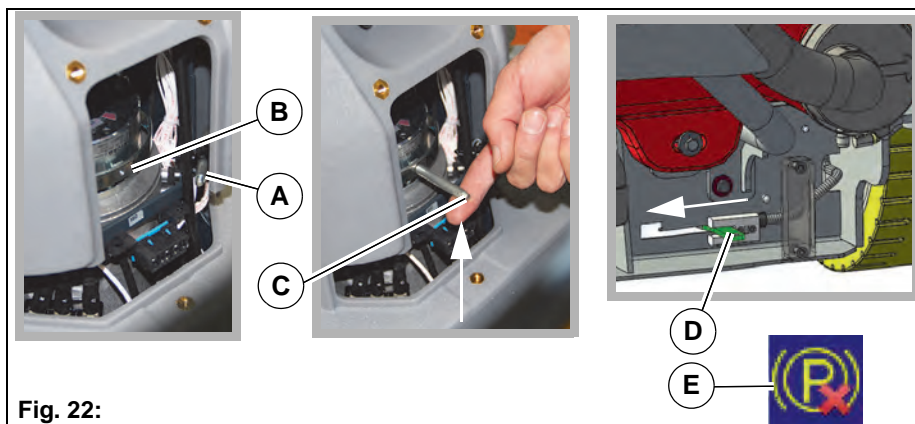

Fig. 22:
2. Trekk stifen **Fig. 22-A** ut av holderen og skru inn i ringen **Fig. 22-B**.
3. For å låse opp parkeringsbremsen trekk opp stifen **Fig. 22-C** litt og skyv samtidig maskinen.
Er maskinen utstyrt med et X-AC drev, må man i tillegg løsne bakhjulsbremsen. Dette gjøres ved å skyve den bakre hendelen på høyre side av maskinen **Fig. 22-D** fra høyre til venstre inntil den smetter på plass.
Er bakhjulsbremsen satt ut av drift, vises et signal på multifunksjonsdisplayet **Fig. 22-E**. Det er ikke lenger mulig å kjøre maskinen!